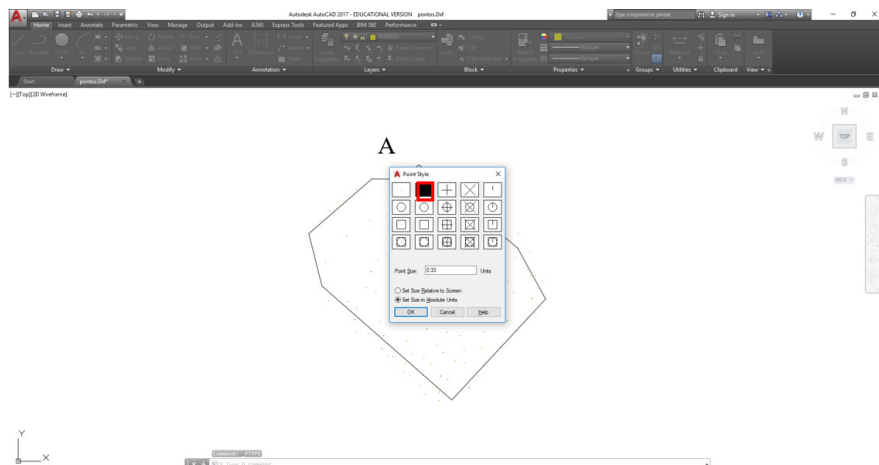
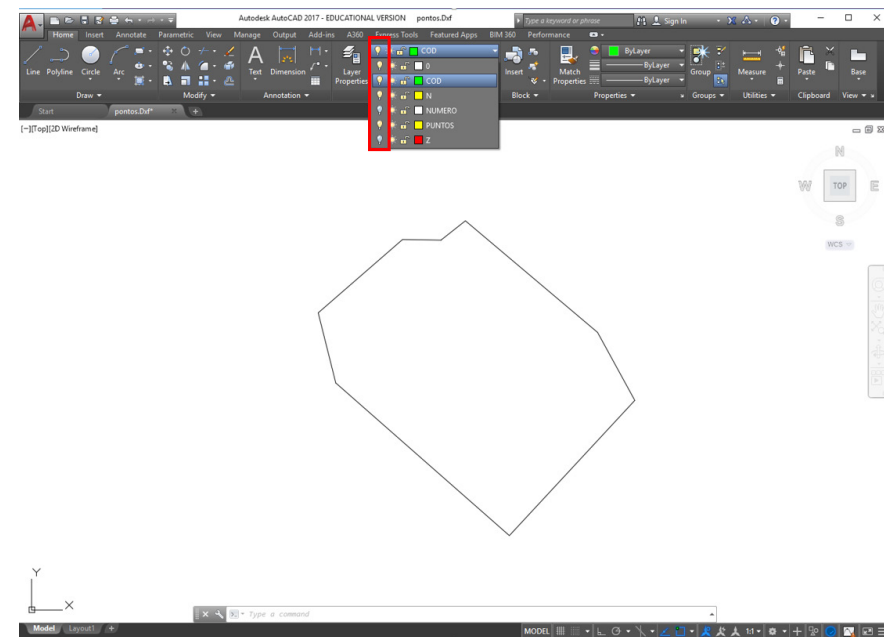

Figura 161 - Ocultando os pontos do desenho através do comando “PTYPE”
Figura 162 - Congelando alguns *Layers*
- b) Será aberta uma janela conforme a Figura 161, na qual será escolhida a opção de estilo de ponto como mostrado na Figura 161 e pressionado o botão *Ok*.
Em seguida é necessário congelar alguns *Layers*, para que aqueles que contenham informações desnecessárias para a planta topográfica não apareçam na impressão, possibilitando uma imagem mais limpa e compreensível. Para isso, seleciona-se a barra referente aos *Layers*, como mostrado na Figura 161, e em seguida clica-se no item responsável por congelar as *Layers* (Figura 162) para cada *Layer* desejado.
Na parte inferior da janela do AutoCad podemos observar duas abas: *Model* e *Layout1*. Até o momento fizemos todo o desenho e configurações na aba *Model*, a qual permite a parte de modelamento e construção do desenho. Quando clicamos na aba *Layout1* (Figura 162), o desenho é posicionado de uma maneira padrão na folha, como mostrado na figura a seguir.